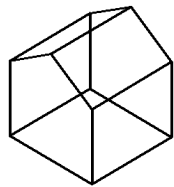

Рис. 4
**Каркасная** модель – это скелетное описание трехмерного объекта. Модель не имеет граней и состоит только из точек, отрезков и кривых, описывающих ребра объекта (рис. 4).